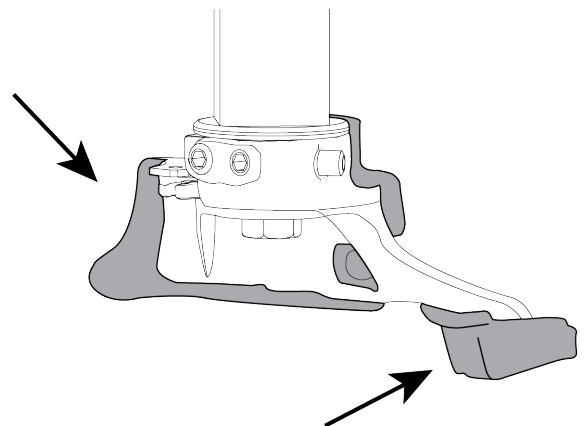

Fig. 23: Appliquer Kit plastique pour outils
3. Régler l'angle d'inclinaison de la pale de compression (fig. 23) selon le diamètre du pneumatique.